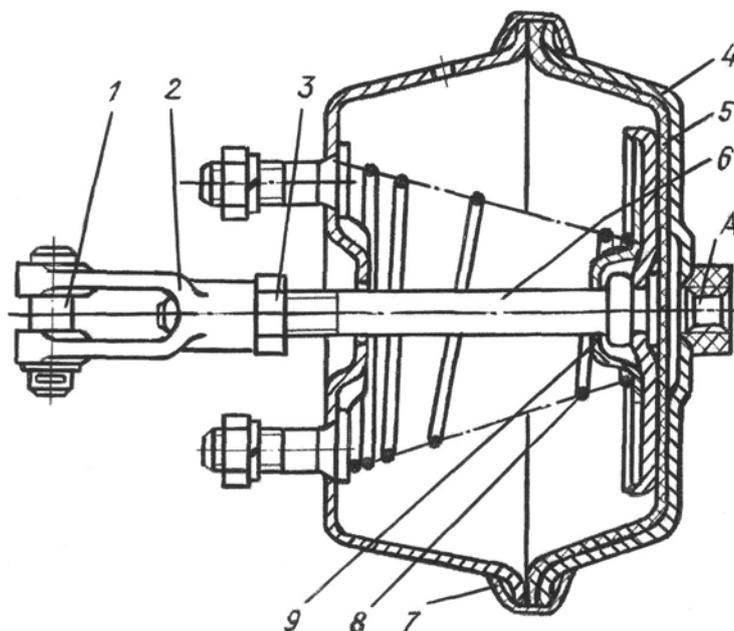

Рис.38. Камера тормозная передняя:
34. Соединить вилки штоков тормозных цилиндров с регулировочными рычагами при помощи пальцев, после чего пальцы вилок зашплинтовать. Вилка 2 (рис. 38) должна быть наведена на шток 6 таким обра-
Устройство тормозной камеры колес передней оси показано на рис.38.
Снятие и разборка. Для снятия камеры отсоединить шланг подвода воздуха, расшплинтовать и вынуть палец 1 (см. рис.38), отвернуть гайки крепления тормозной камеры к кронштейну и снять камеру.
При заполнении воздухом тормозной камеры через вывод А (см. рис.38) шток 6 должен выдвигаться, а при выпуске воздуха - четко возвра-